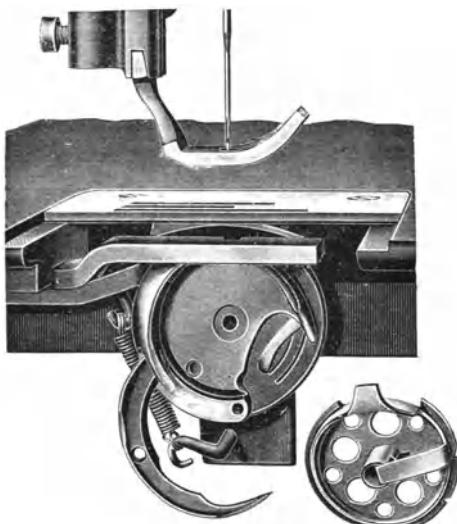

Abb. 23. Ansicht des Greifers mit abgenommenem Spulengehäuse.
2. Durch einen an dem Spulengehäuse befindlichen Randschlauch, der in eine im Greiferkessel befindliche Nut eingreift. Will man das Spulengehäuse aus dem Greiferkessel entfernen, so dreht man den mit einer kleinen Schraube gehaltenen Hebel c, Abb. 23 seitwärts¹⁾. Die Drehung des Gehäuses wird dadurch verhindert, daß ein Ausschnitt an seinem äußeren Mande um einen Vorsprung des oberhalb gelagerten Spulengehäusehalters greift (oder umgekehrt sein Vorsprung in einen Aus-